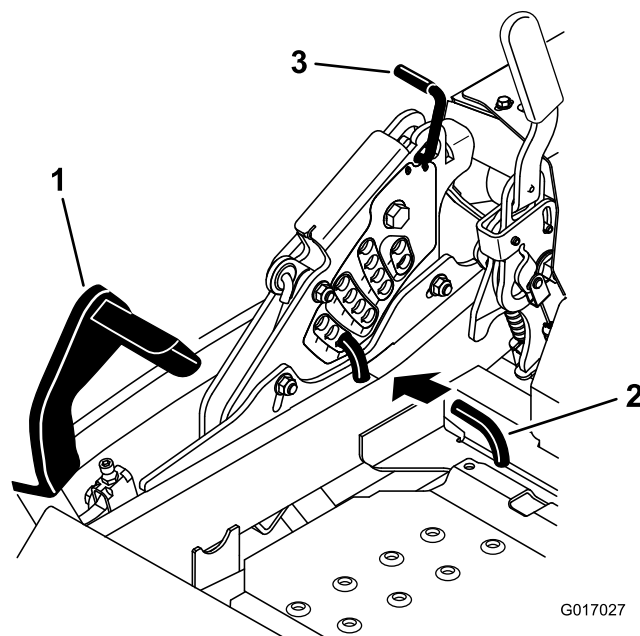

Figure 85
5. Enfoncez la pédale de relevage du tablier de coupe au maximum pour verrouiller le tablier à la position de transport de 14 cm (5.5 po) (Figure 85).